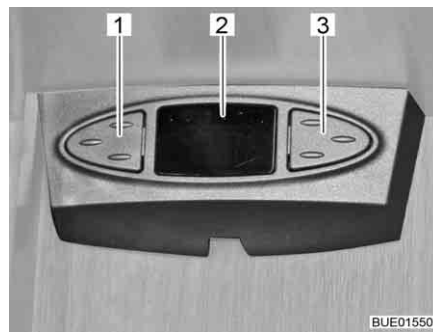

Fig. 25 Mouse satellitare
A seconda del modello l'impianto satellitare è equipaggiato con un mouse satellitare. Il puntatore (Fig. 25,2) del mouse satellitare indica il canale impostato. I due tasti permettono di controllare le funzioni base dell'impianto satellitare (cambio emittente, accensione/spengimento).
- Selezionare l'emittente precedente dall'elenco delle emittenti: Premere il tasto di sinistra (Fig. 25,1).
- Selezionare l'emittente successiva dall'elenco delle emittenti: Premere il tasto di destra (Fig. 25,3).
- Passaggio tra radio e TV: Premere brevemente e contemporaneamente i tasti (Fig. 25,1 e Fig. 25,3).
- Accensione/spengimento del ricevitore: Premere contemporaneamente e tenere premuti i tasti (Fig. 25,1 e Fig. 25,3).